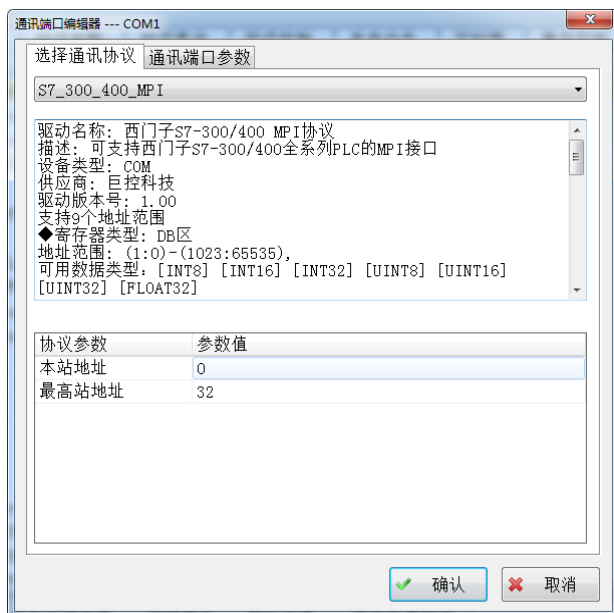

图3 GRM232通讯配置界面图
(2) 配置GRM232 模块。主要配置通讯协议和通讯接口参数（如图3）。